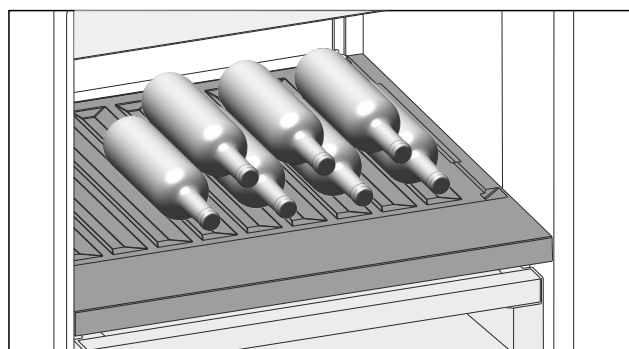

Fig. 145
- Flaschen mit dem Boden nach hinten zur Rückwand einlegen. (siehe Fig. 145)